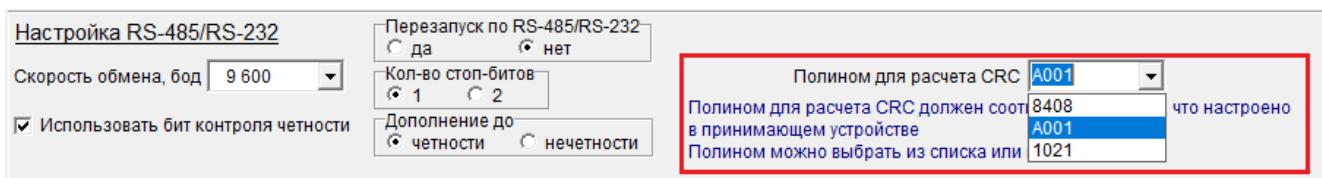

Рисунок 22 – Полином для расчета CRC
- **Полином для расчета CRC** – выберите значение из раскрывающегося списка или введите его вручную (см. рисунок 22)